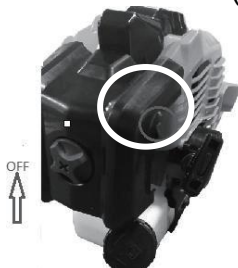

Fig. 14
- 3) Para ligar o motor a frio, mova a alavanca de estrangulamento para a posição . Para reiniciar um motor quente, deixe a alavanca de estrangulamento na posição de funcionamento. (Fig. 14)